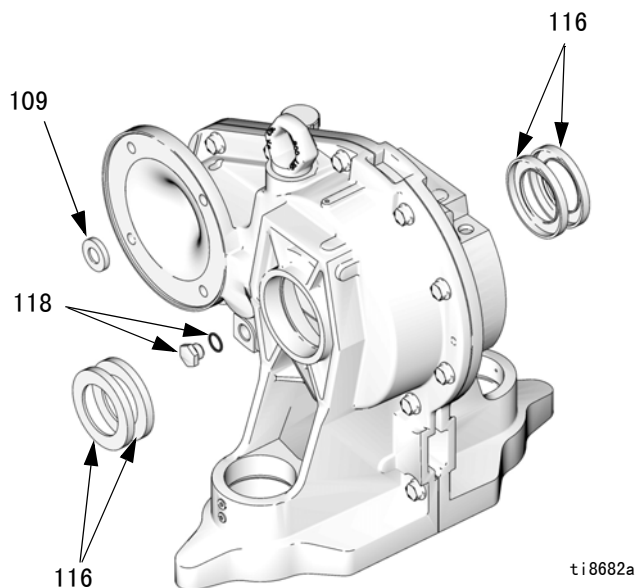

图 24. 齿轮减速器的密封件
5. 卸下四个螺钉 (12) 和两个盖子 (21, 32)。
6. 请参见图 24。在齿轮减速器的发动机一侧，拧下放油塞 (118) 并拆除垫圈。用硬化金属板螺钉穿入输入轴密封件 (109) 并将它拉出。